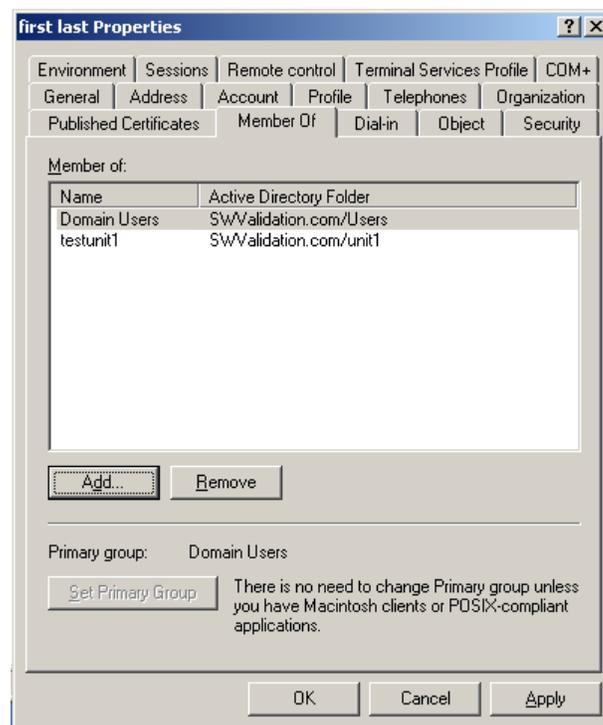

Abbildung 4.4.7e 'Member of' screen
4. Sobald der neue Benutzer erstellt ist, klicken Sie mit der rechten Maustaste irgendwo auf den Bildschirm und wählen Sie Properties (oder Doppelklicken Sie auf den Benutzer). Öffnet sich die Properties Seite, klicken Sie auf das 'Member Of' Register (Abbildung 4.4.7e).